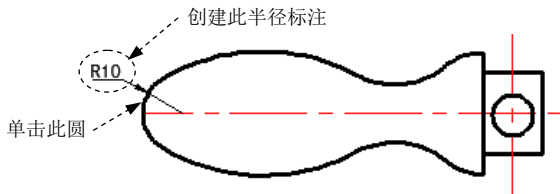

图 17.4.15 标注第一个圆
(1) 标注图 17.4.15 所示的第一个圆的半径。选择下拉菜单 **标注(B) → 半径(R)** 命令，单击图 17.4.15 所示的圆，在绘图区空白处单击一点，以确定尺寸放置的位置。